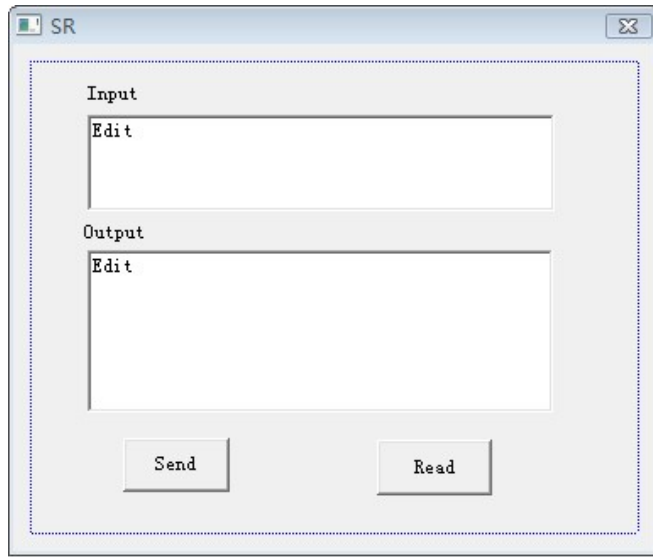

图 4-1-4
5.添加控件 Static Text、Edit 和 Button。如图 4-1-4 所示。